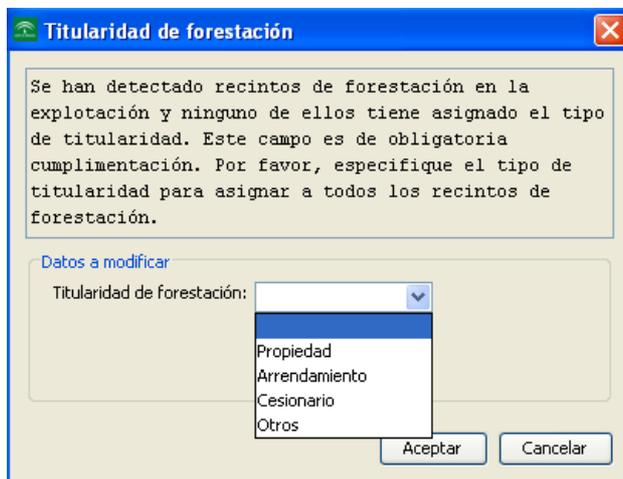

Fig. 70-2
- **Nota 2:** Se ha incluido una nueva funcionalidad que detecta si la explotación es de forestación y los recintos de forestación no tienen titularidad asignada (obligatoria para esta campaña). En ese caso, muestra un diálogo para asignar titularidad automáticamente a todos los recintos de forestación de la misma (Fig. 70-2).